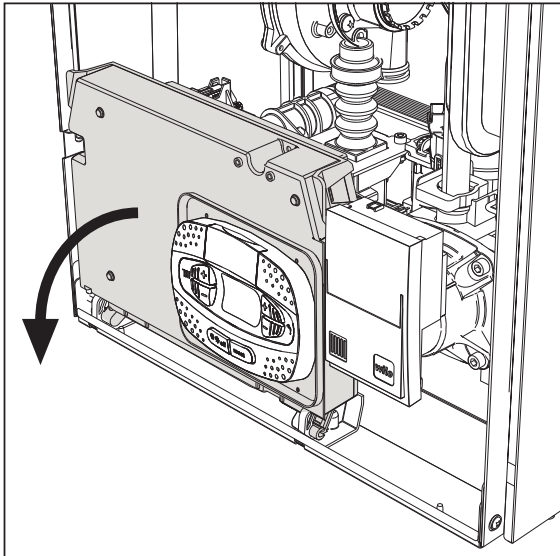
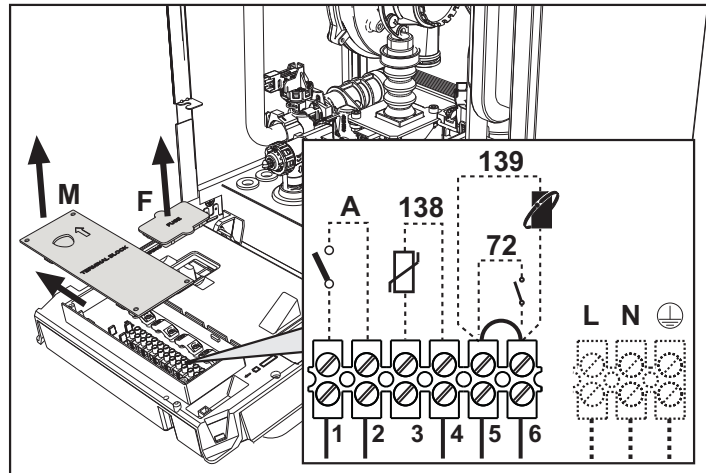

рис. 19
рис. 20
После снятия передней панели (***) 'Открытие передней панели' on page 32 (***) можно получить доступ к клеммной колодке (M) и предохранителю (F), действуя согласно нижеприведенным указаниям (рис. 19 и рис. 20). **Клеммы, указанные на рис. 20, должны иметь чистые контакты (не 230В).** Расположение зажимов и их назначение показаны также на электрической схеме на рис. 62.